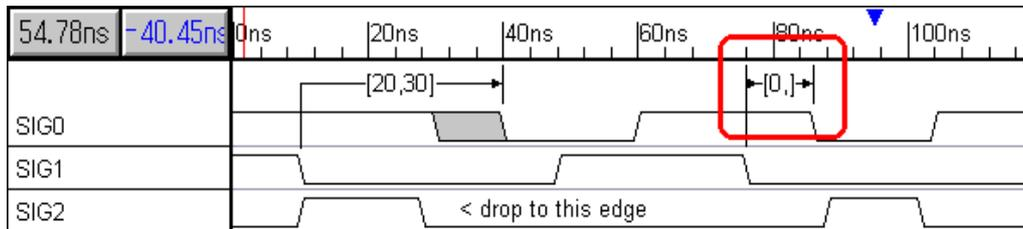

図 3.3 セットアップの余裕時間を表示した例
5. このラベルはセットアップ時間のマージンを表示します。これは、規定のセットアップまたはホールド時間が保持されるための余裕時間のことです(図 3.3)。